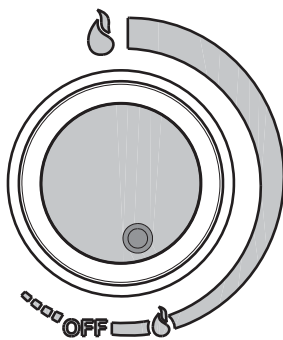

fig. 8B
- Per accendere lo scaldabagno ruotare in senso antiorario il selettore "A" posizionandolo sul simbolo "🔥" (fig. 8B).
L'apparecchio è equipaggiato di un dispositivo detto economizzatore gas, che dà la possibilità di selezionare a piacere la temperatura dell'acqua calda fornendola alla temperatura più prossima a quella di utilizzo, realizzando nel contempo un interessante risparmio di gas. Il dispositivo economizzatore viene inserito ruotando la manopola "A" fino al raggiungimento della posizione "🔥" (fig. 8B). L'inserimento dell'economizzatore consente di limitare la massima potenza termica fornita quando le esigenze di utilizzo dovessero essere generalmente contenute (basso salto termico o ridotte portate di prelievo come ad esempio durante il periodo estivo).